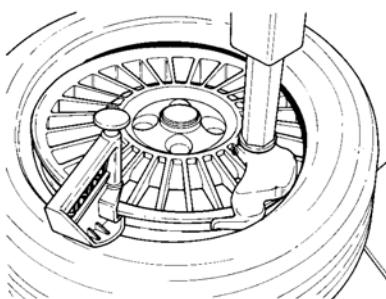

Fig. 4.2-4
C. Monter le talon supérieur de la même façon. Monter le talon supérieur de la même façon. Pour les pneus taille baisse, utiliser l'étau de montage en option (#EAA0247G11A Fig. 4.2-4).
Suivez ces instructions qui utilisent l'étau de montage (Fig. 4.2-4).
- Placer l'outil de montage (optionnel) pour maintenir le talon du pneu à l'intérieur de la jante (**Fig. 4.2-4**).